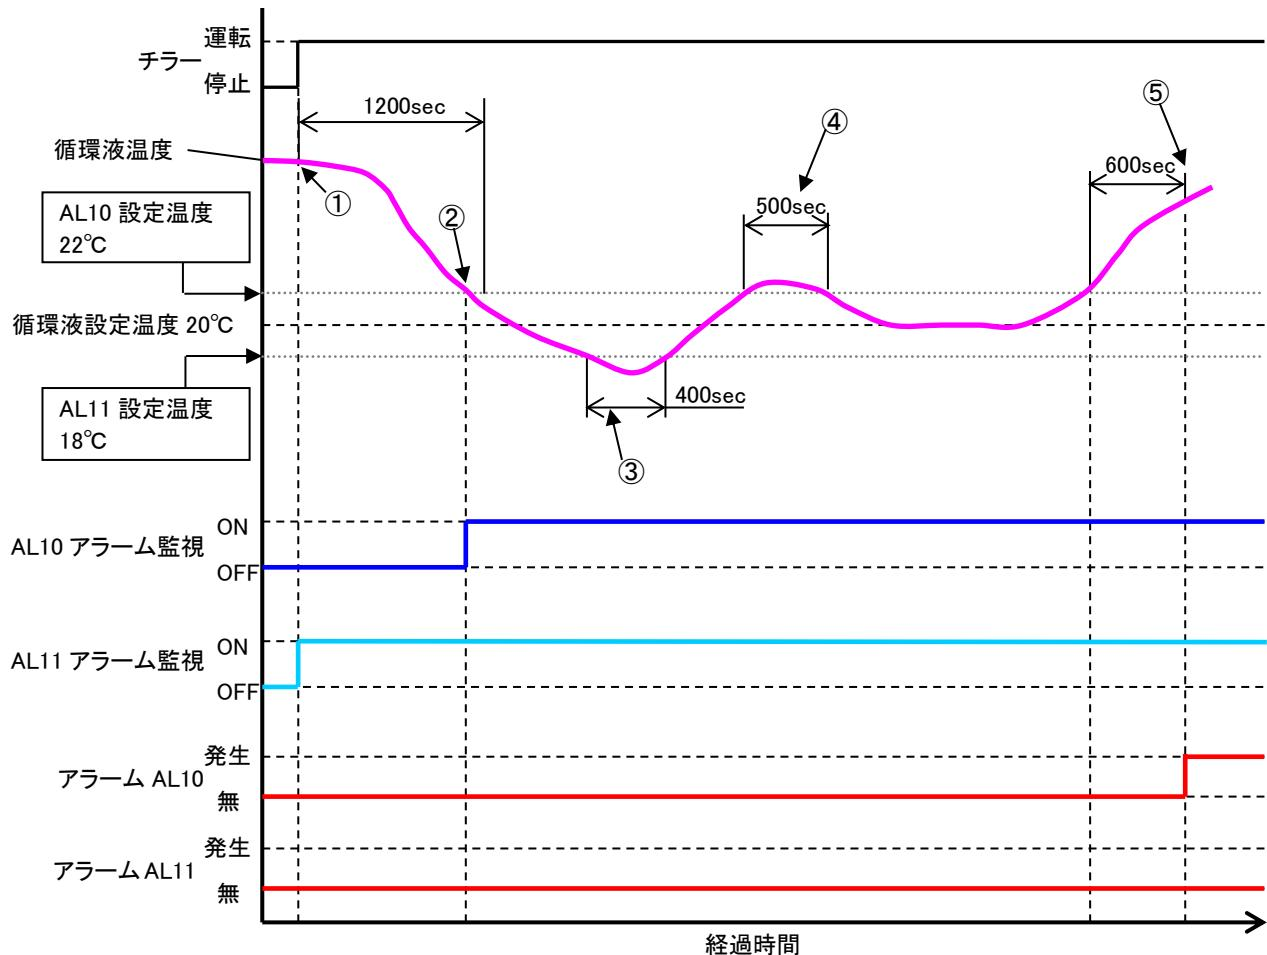

図 5-5 アラーム監視タイミング
③「Monitor Timing」アラーム監視条件として「RUN」を選択した場合、さらに「OFF」と「AUTO」の選択が可能です。ここで「AUTO」とは、④「Start Time」(無監視時間)の設定時間内に、循環液温度がアラーム設定温度範囲内となった場合、その時点からアラーム監視を開始する機能です。具体的なアラームの監視タイミングを「図5-5 アラーム監視タイミング」に示します。